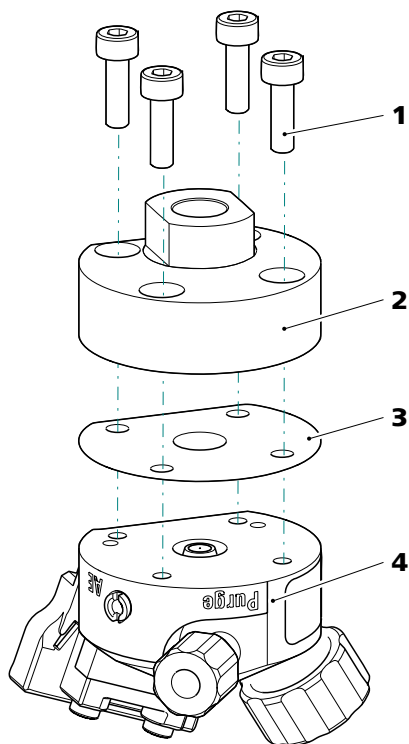

Figura 4 Desmontaje de la célula de medida
- Tome el cuerpo de medida como se muestra en la *figura 4 de la página 16*.